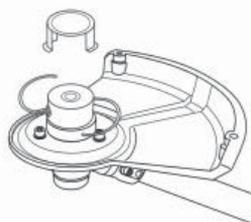

Fig. 4
1. Aligner la perche inférieure (6) dans la protection (3) et faire glisser la protection afin de la mettre en place (Fig. 4 et 5).